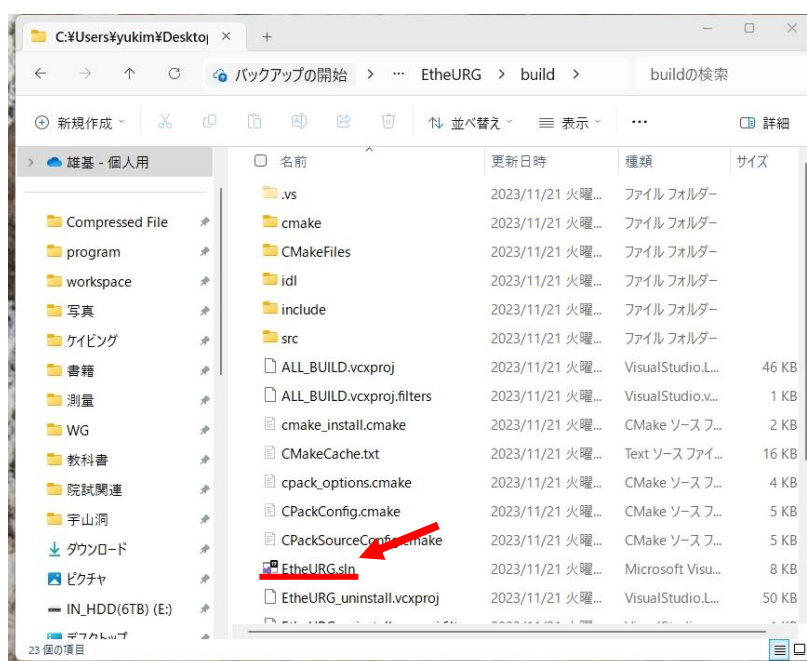

図 16 プロジェクトファイル内の[build]にある[プロジェクト名].sln ファイル
- ① 図 16 のように自身のワークスペース内の各 RTC のプロジェクトファイル内の [build]を開き, [プロジェクト名].sln ファイルをダブルクリックして[Visual Studio 2022] (CMake を行った際に選択した Visual Studio のバージョンを選択する.) で開く。ここでは次のディレクトリのファイルを開く。